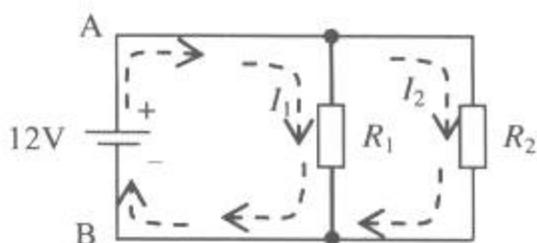

图 1-17 电阻的并联分流
例 2 参看图 1-17。设 $R_1=2k\Omega$, $R_2=3k\Omega$, 将它们并联后接入 12V 直流电源, 试求: ① 电路中的总电阻; ② 电路中的总电流; ③ 各电阻上的电压; ④ 流过每个电阻的电流。